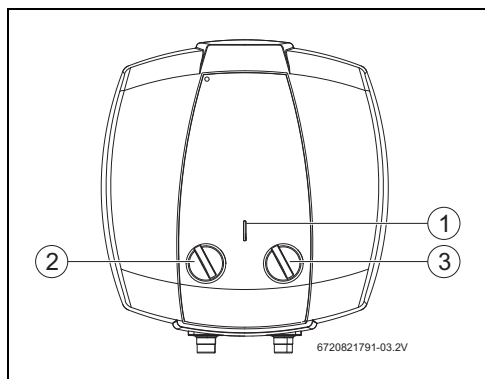

Рис. 11 Органы управления и индикации
- ▶ Установите регулятором наибольшую температуру, для этого поверните его до упора вправо (→ рис. 11, [4]).